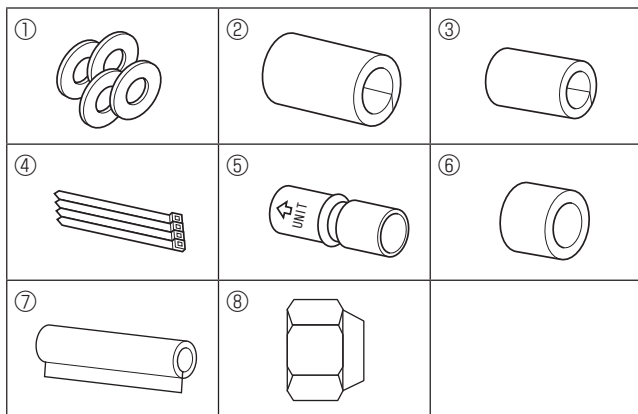

Fig. 3-1
3.1. Check tilbehørsdelene til den indendørs enhed (Fig. 3-1)